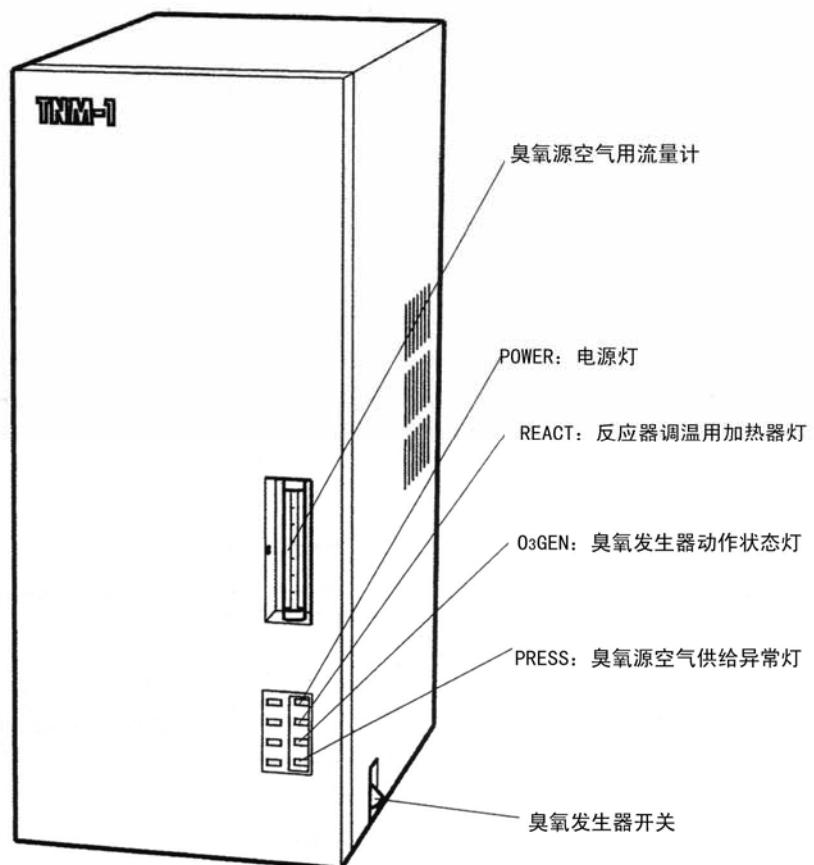

图 2.16 正视和右侧视图
- 使用TN单元的臭氧发生器时，首先，请检查仪器内的臭氧源用空气流量计（图2.16正视和右侧视图），务必确认臭氧用空气流量0.5L/min。然后，将臭氧发生器的开关置于ON。这样做可以防止臭氧泄漏和防止管线被腐蚀。<防止臭氧泄漏、防止管线腐蚀>